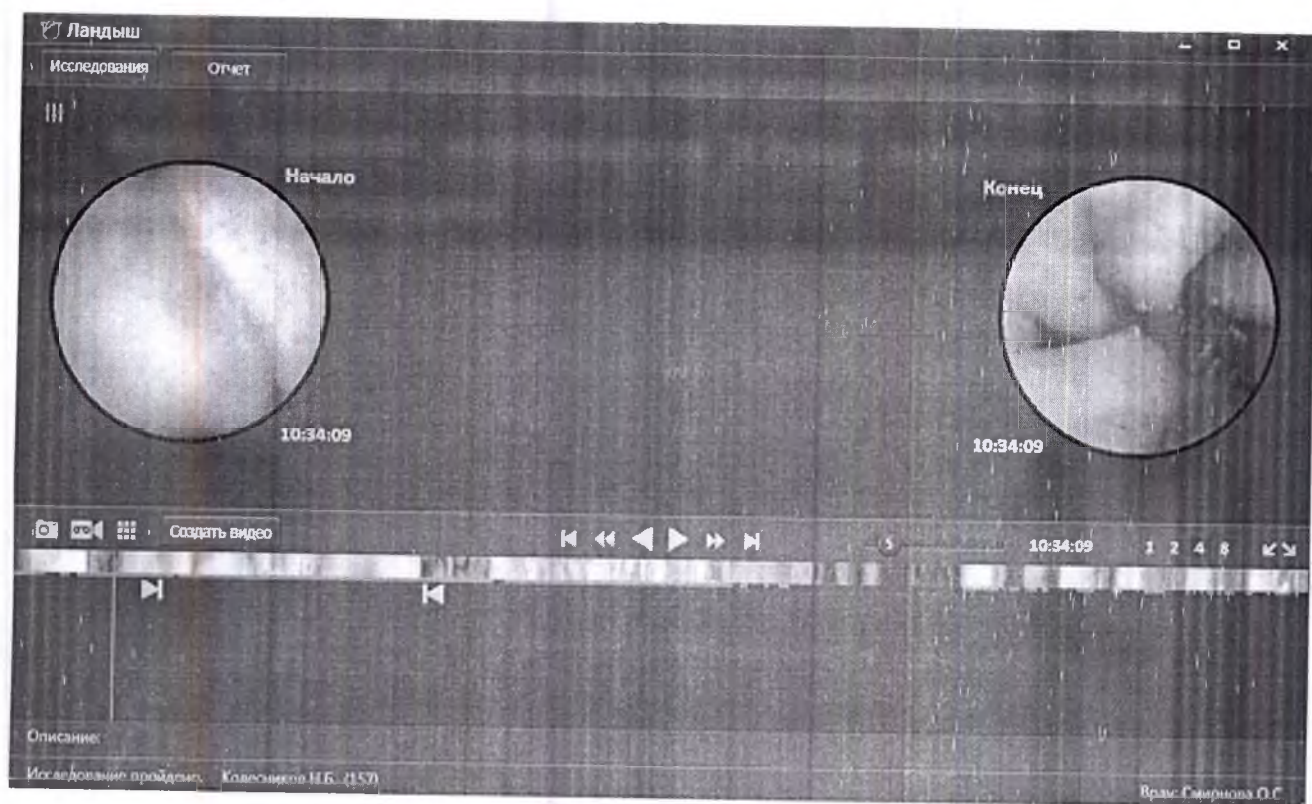

Рисунок 23 – Режим формирования видеофрагмента
20) кнопку  [Сохранение видеофрагментов], осуществляющую сохранение выбранного видеофрагмента на жестком диске ПК или внешних носителях. При нажатии кнопки происходит переход в режим формирования видеофрагмента, в котором необходимо выбрать и указать на цветовой полосе начало и конец желаемого отрезка видео (рисунок 23). Для выбора начала и конца видеофрагмента необходимо с помощью левой кнопки «мыши» зажать кнопки  [начало] /  [конец], расположенные под цветовой полосой, и передвинуть на нужный момент начала и конца желаемого видеофрагмента.